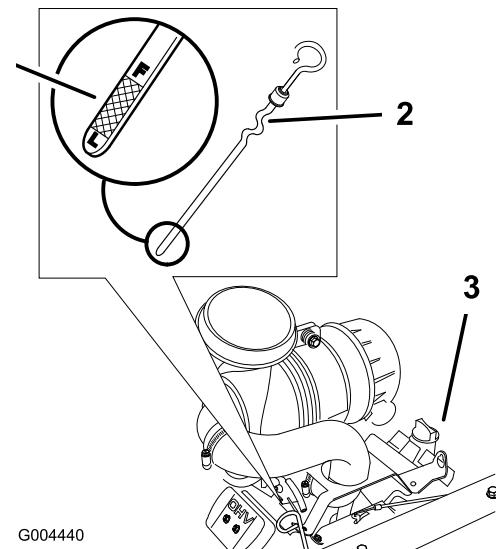

Figure 34
3. Nettoyez la surface autour de la jauge d'huile (Figure 34) pour éviter que des impuretés ne tombent dans le moteur.
- Sortez la jauge d'huile et essuyez soigneusement l'extrémité métallique (Figure 34).
- Enfoncez la jauge complètement dans le moteur. Ressortez la jauge et examinez l'extrémité métallique (Figure 34). Si le niveau est bas, versez lentement une quantité d'huile suffisante dans le goulot de remplissage pour amener le niveau au repère du plein.
- Versez avec précaution environ 80% de la quantité d'huile spécifiée dans le goulot de remplissage (Figure 34)